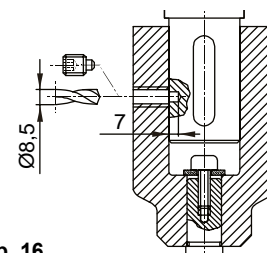

Abb. 16
- Den Rotorbereich des Motors, von der Ventilatorseite, nach unten drücken, so dass das Achsspiel beseitigt wird und das Durchstechen der Welle durchführen; das Loch der Kupplungsmuffe als Führung nutzen; mit einer Spitze von 8,5 mm und einer Tiefe von 7 mm (Abb. 16).